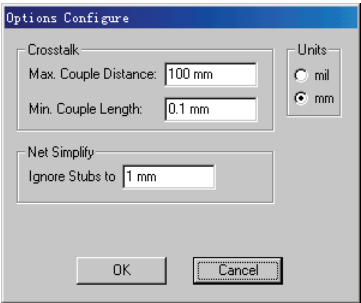

图 7-41 “Options Configure”对话框
1) “Configure”选项：执行该命令后，系统将弹出如图 7-41 所示的“Options Configure”对话框，可以设置信号分析选项配置。